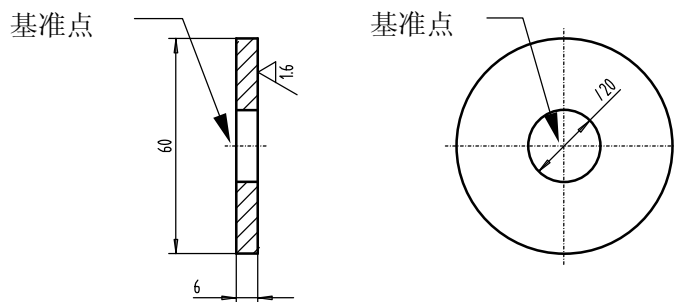

图 8-7 图形的绘制
2. 例如定义一个垫圈，图形绘制完成后（如图 8-7 所示），单击主菜单【绘图】子菜单中的【库操作】一项，在弹出库操作子菜单中单击【定义图符】按钮 。